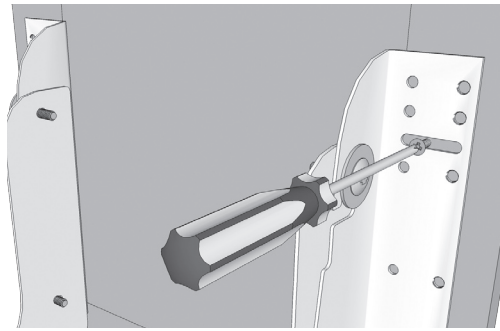

fig. 6
Paso 8: Retire los soportes de puerta de las placas del producto y atornillelos en el interior de la puerta del armario con tornillos de cabeza plana núm. 6 x 1/2 pulg. **Nota:** Coloque los soportes de puerta sobre las líneas verticales y horizontales que ha dibujado en los pasos 2 y 3 para alinearlos. **(Ver la ilustración 6)**
Step 8. Remove door mount brackets again and screw to inside of cabinet door with #6 x 1/2" flat head screws. **NOTE:** Line up door mount bracket to cabinet door by aligning door mount bracket with the vertical and horizontal lines you marked in steps 6 and 7. (See figure 6)